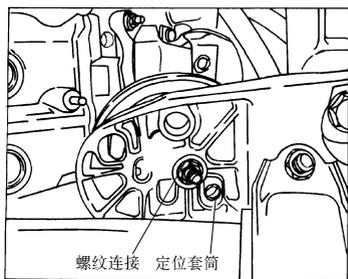

图 2-26 标出发动机左、右悬置螺
69) 标出发动机左、右悬置螺纹连接和定位套筒的安装位置 (图 2-26)。